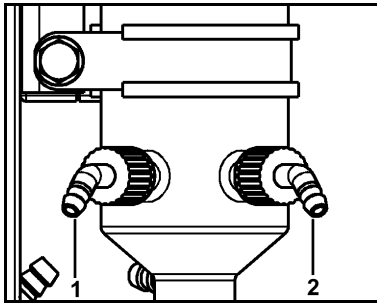

Abb. 5: Kühlmittelanschluss Hochleistungskondensator
**i** Die Kühlmittelanschlüsse am Hochleistungskondensator sind für Schläuche mit Innendurchmesser 8 mm ausgelegt. Kühlmitelein- und -auslass (siehe Abb. 5).